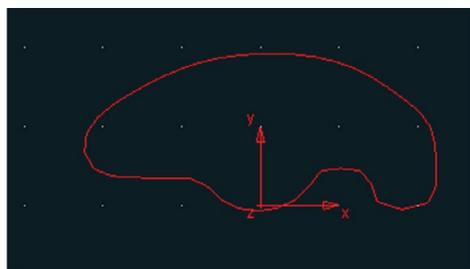

Figura 3.37 – Balancim
- Clique em *OK*. A geometria resultante está apresentada na Figura 3.37.